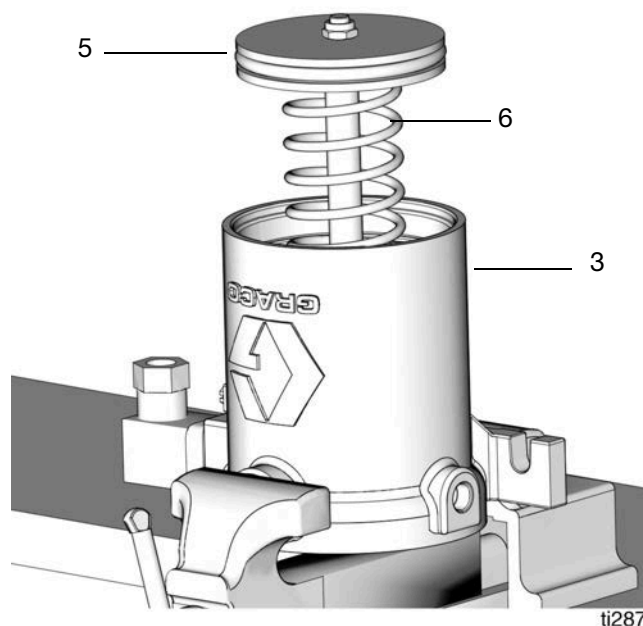

ABB. 33
- Die Feder (6) über die Kolbenstange (34) schieben und Feder und Kolbenstange im Druckluftzylinder (3) anbringen (ABB. 33).